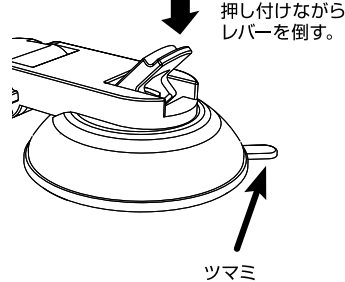

図2
- 2.吸盤の固定レバーを上げてから吸盤の吸着面についたハクリ紙をはがし、設置場所に取り付けてください。(図2)